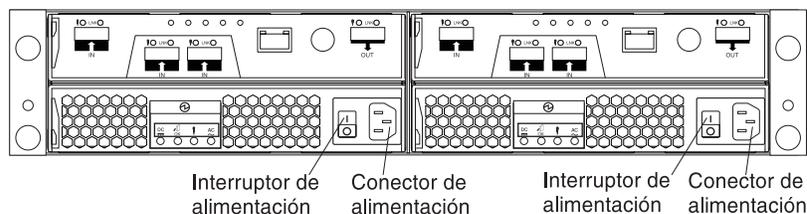

Figura 47. Interruptores y conectores de alimentación del DS3400
5. Encienda los dos interruptores de alimentación de CA de la parte posterior del subsistema de almacenamiento. La Figura 47 muestra la ubicación de los interruptores de CA en el DS3400.